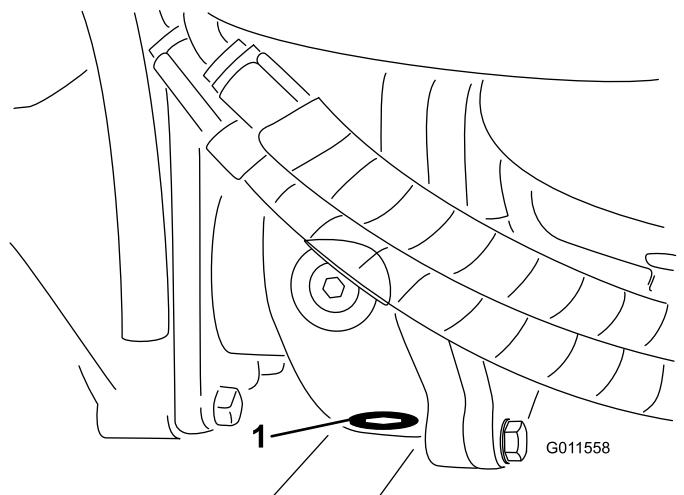

Figure 95
5. Nettoyez la surface autour du bouchon de vidange au fond du boîtier d'engrenages (Figure 95).